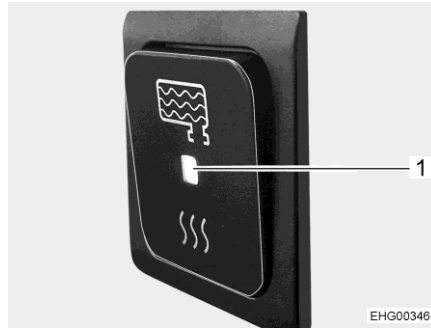

Bild 95 Till/från-brytare, påslagen
När till/från-brytaren på styrningen är påslagen (Bild 95), kopplas avloppstanksuppvärmesystemen automatiskt på så snart utetemperaturen faller under 0 °C. Avloppstanken är därmed skyddad mot frost.
- Tryck nedtill på till/från-brytaren. LED-indikatorn (Bild 95,1) lyser.
- Tryck upptill på till/från-brytaren. LED-indikatorn (Bild 95,1) slocknar.